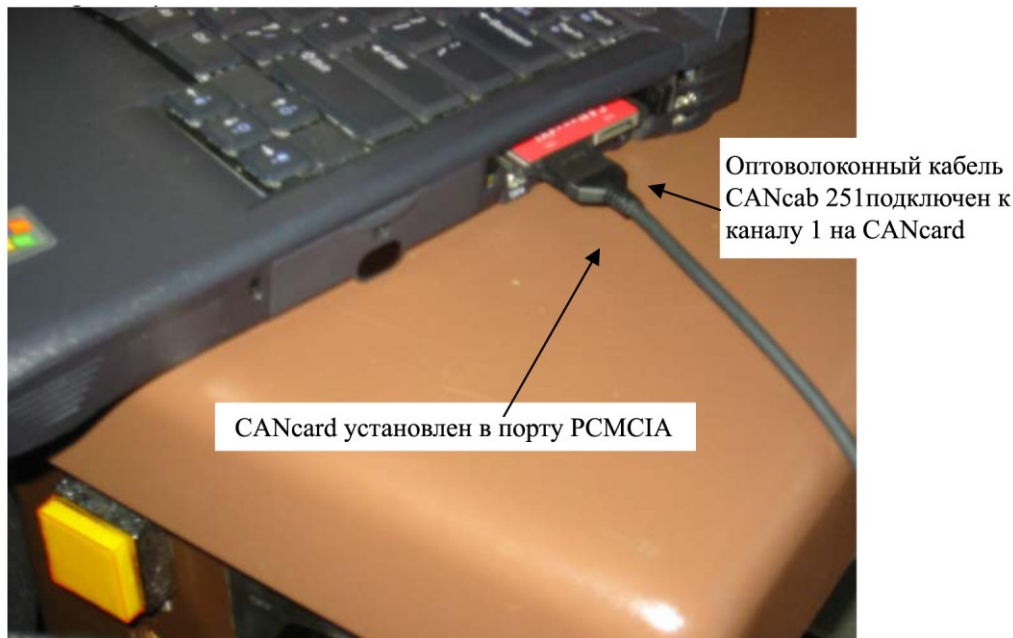

Рисунок 3 – Подключение ноутбука
1. Установить в порт PCMCIA ноутбука плату CANcardX или XL. (См. Рисунок 3)